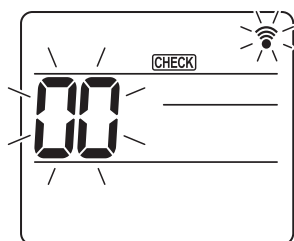
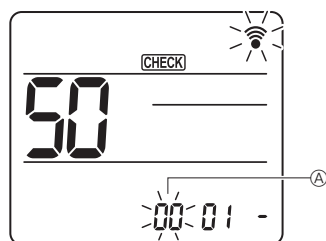
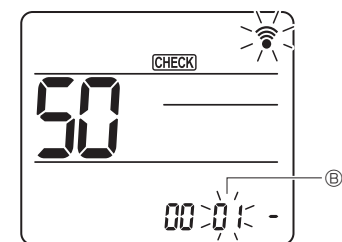
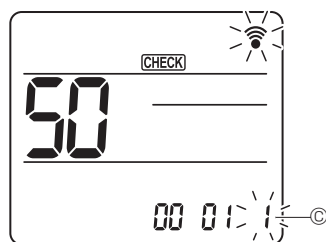

Fig. 7-18
Fig. 7-19
Fig. 7-20
Fig. 7-21
7.4.2. Med trådlös fjärrkontroll (Fig. 7-18, Fig. 7-19, Fig. 7-20, Fig. 7-21)
① Går in på funktionsvalsläge
- [CHECK] lyser och "00" blinkar. (Fig. 7-18)
② Ställa in enhetsnummer
- Tryck på knappen [↓] för att ställa in enhetsnummer ④. (Fig. 7-19)
③ Välj ett läge
- Tryck på knappen [↓] för att ställa in lägesnummer ⑤. (Fig. 7-20)
④ Välja inställningsnummer
- Använd knappen [↓] för att ändra inställningsnummer ⑥. (Fig. 7-21)